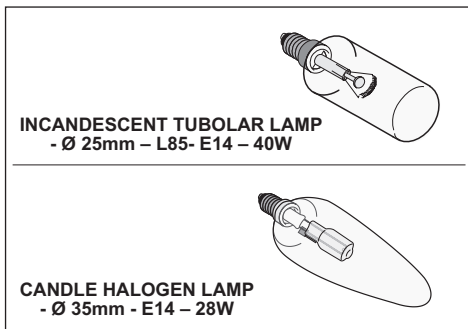

Fig.19
• Sostituzione delle lampade a incandescenza/alogene (Fig.19):